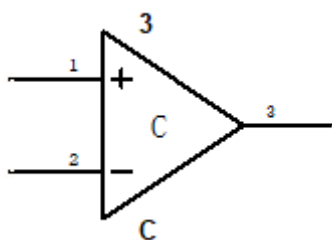

图 8-3: 电压比较器
5. 被选择的模拟信号与 DAC 输出的模拟电压通过电压比较器 C 进行比较，如图 8-3 所示：